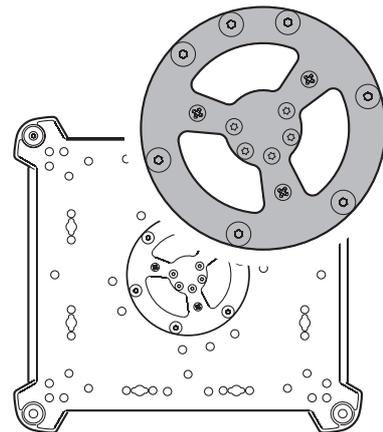

Figure 8: Attache de l'élingue de sécurité
6. Voir Figure 8. Installez une élingue de sécurité homologuée pour le poids de l'appareil. Bouclez-la dans le disque d'attache au centre du socle.